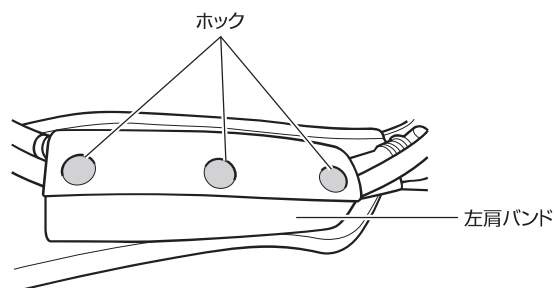

図 78 ホック（3箇所）を外す
2. 中圧ホースと圧力指示計導気管をとめている左肩バンドのホック（3箇所）を外す。（図 78 参照）